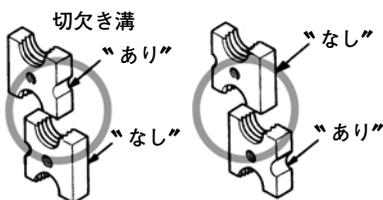

図 21
- ② 刃部の位置を替える際は、カッタ同士の位置関係がありますので、本体の正面から見て、図21のようにカッタ側面の切欠き溝を“あり”と“なし”の関係にします。
- ③ カッタの刃部に欠けや変形が生じ、カッタの取付面にふくらみがある場合は、ヤスリなどで平らにします。
- ④ ブラケットのカッタ取付溝内に付着している切粉をブラシなどで取除きます。